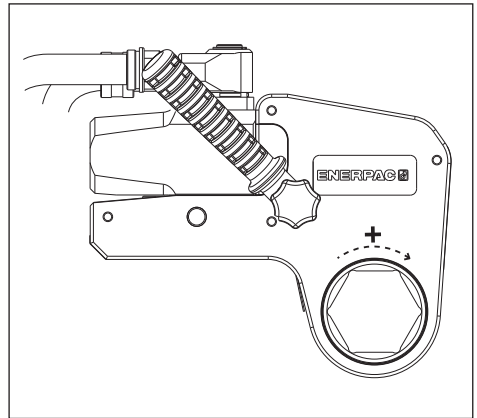

Abb. 9
4.3.1 Festziehen einer Mutter oder Schraube (Abb. 9 und 10)
- Setzen Sie den Abstützarm (18) gegen ein geeignetes Widerlager (19). Das Widerlager wirkt der durch das Werkzeug verursachten Kraft entgegen.